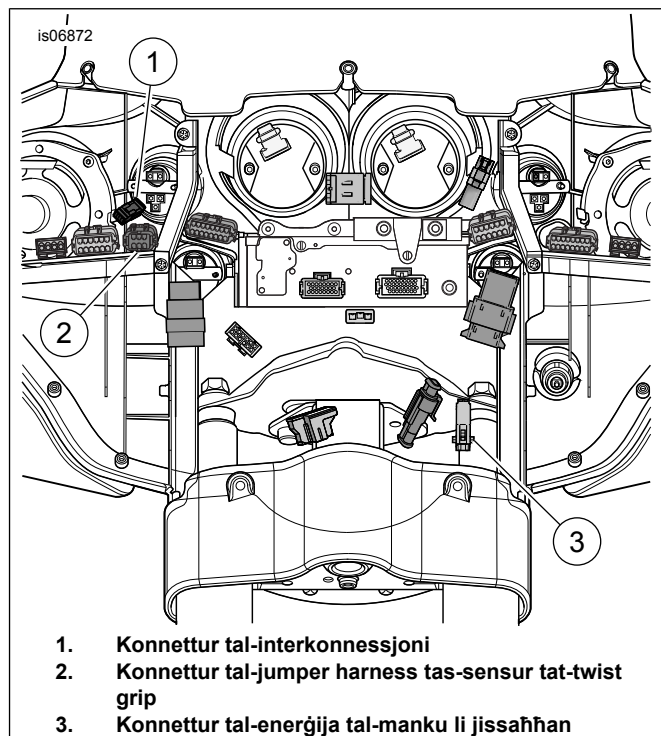

Figura 5. Wajers tal-Fairing (Mudelli FLH)
Ara Figura 5 . Il-konnettur tal-enerġija tal-manku (3) għandu kapa li għandha titneħħa qabel ma titqabbad mal-wajers tal-vettura.
- Ara Figura 5 . Qabbad nofs il-konnettur tal-enerġija mill-manku tan-naħa tax-xellug għal mal-konnettur tal-enerġija tal-manku (3).
- Ikonnnettja (1) mal-konnettur tal-manku tan-naħa tax-xellug.
- Qabbad il-konnettur ewlieni tal-harness tat-TGS mill-jumper harness għal mal-konnettur (2).